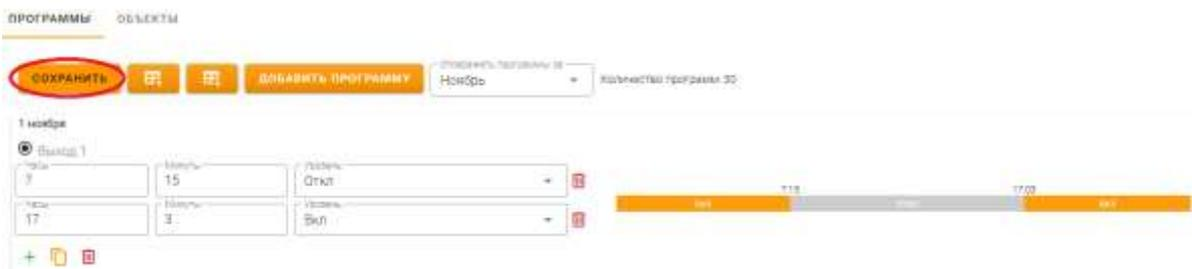

Рисунок 91 – Сохранить график
5) Нажмите «Сохранить» (рис. 91). Таким образом будет создан рабочий график для добавления в контроллер.